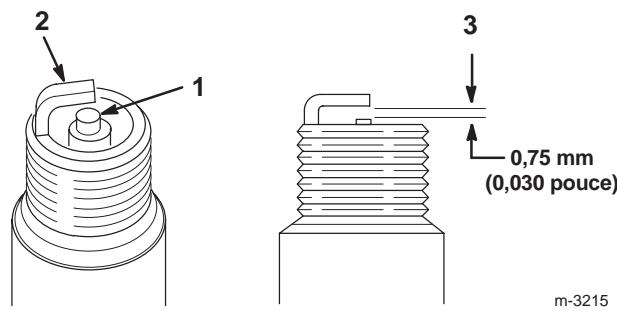

Figure 42
1. Inspectez le centre des bougies (Fig. 42). Si le bec de l'isolateur est recouvert d'un léger dépôt gris ou brun, le moteur fonctionne correctement. S'il est couvert d'un dépôt noir, c'est généralement signe que le filtre à air est encrasé.
2. Contrôlez l'écartement entre l'électrode centrale et l'électrode latérale (Fig. 42). Courbez l'électrode latérale (Fig. 42) si l'écartement est incorrect.